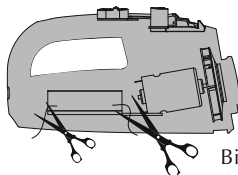

Bild 16
2. Trennen Sie die zwei Anschlusskabel nacheinander auf. Entnehmen Sie den Zellenblock (Bild 16).